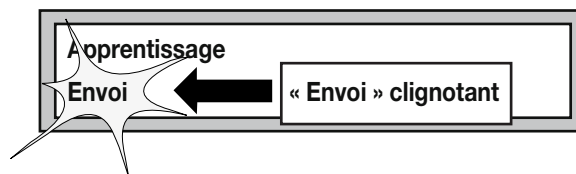

Figure 10 - ÉCRAN LCD
4. Activer l'alimentation de l'appareil. Le tableau de contrôle est déjà en MODE APPRENTISSAGE lors de son expédition (voir Fig. 10) mais pour sélectionner le type de portail, presser FONCTION, APPRENTISSAGE et sélectionner BATTANT, puis LÉGER ou INTERMÉDIAIRE ou LOURD avant de presser ENVOI.